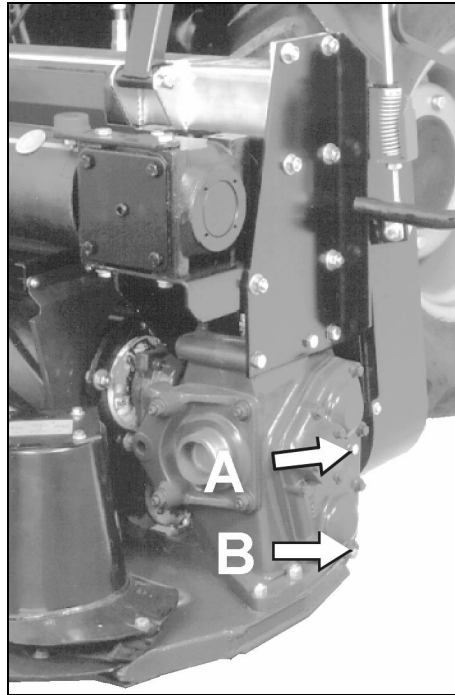

fig.19
- Con barra in posizione orizzontale, controllare periodicamente che l'olio del supporto sfiori il foro **A** (fig.19).
- Per la sostituzione allentare il tappo **B** (fig.19) e lasciare defluire l'olio, si raccomanda di eseguire questa operazione a olio caldo.
- With the bar in horizontal position, check that the oil of the command support is level with the hole **A** (fig.19) every day.
- To replace the oil, unscrew the cap **B** (fig.19) and let the oil flow out. This operation must be carried out while the oil is warm.
- S'il y a la barre en position horizontale, il faut contrôler tous les jours que l'huile du support frôle le trou **A** (fig.19).
- Pour le remplacement il faut desserrer le bouchon **B** (fig.19) et laisser sortir l'huile, on recommande d'effectuer cette opération avec l'huile chaude.
- Con barra en posición horizontal, controlar diariamente que el aceite del soporte alcance el agujero **A** (fig.19).
- Para la substitución aflojar el tapón **B** (fig.19) y dejar que el aceite salga; se aconseja de efectuar esta operación con aceite caliente.
- Bei horizontalem Mähbalken ist täglich zu kontrollieren, daß der Ölstand bis zum Loch **A** (Bild 19) reicht.
- Zum Auswechseln ist der Deckel **B** (Bild 19) zu lockern und das Öl abzulassen; es wird darauf hingewiesen, daß das Öl dazu warm sein sollte.